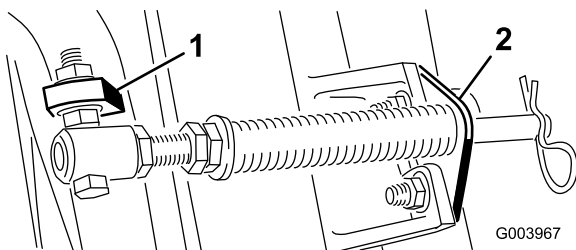

図 5
- C. スプリングチューブのボルトを、反対側のキャリアフレームのタブに取り付け、フランジナットで固定する。 図 5 に示すように、ボルトの頭部がタブの外側を向くように取り付けること。
- D. カッティングユニットのタブにロッドブラケットを取り付け、キャリッジボルトとナットで固定する 図 5。